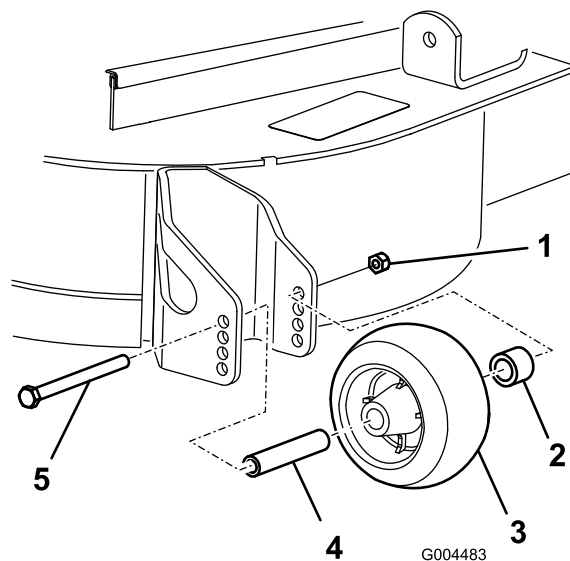

Figura 18
- Después de ajustar la altura de corte, ajuste los rodillos retirando la tuerca con arandela prensada, el casquillo, el espaciador y el perno (Figura 18).
- Instale la tuerca con arandela prensada, el casquillo, el espaciador y el perno. Apriete a 54–61 Nm (Figura 18).